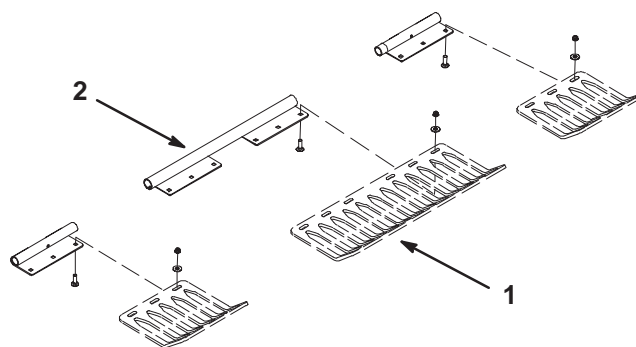

Figure 24
3. Montez les déflecteurs d'herbe sur leurs supports au moyen de (12) boulons, rondelles plates et écrous à collerette (Fig. 24). Ne serrez pas les fixations. La tête des boulons doit être placée sous les supports des déflecteurs.